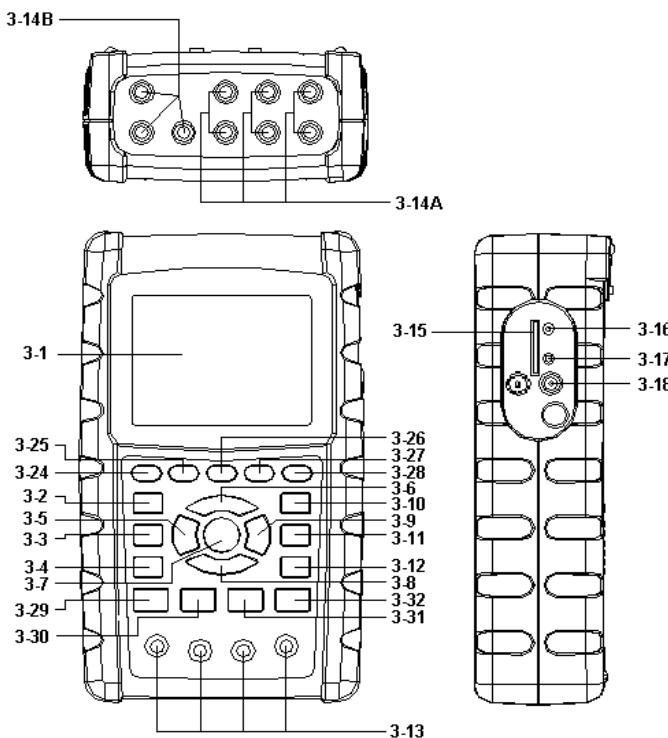

Fig. 1
- 1) POWER KEY (3-7, Fig. 1) :
- 2) 1Φ 3Φ (phase/wire) KEY (3-2, Fig. 1) :
- 3) A (current) RANGE KEY (3-10, Fig. 1) :
- 4) REC KEY (3-9, Fig. 1) :
- 5) HOLD KEY (3-5, Fig. 1) :
- 6) BACKLIGHT KEY (3-6, Fig. 1) :
- 7) SETUP KEY (3-12, Fig. 1) :
- 8) EXIT KEY (3-8, Fig. 1) :
- 9) SHIFT KEY (3-11, Fig. 1)
- 10) UP (▲) KEY (3-3, Fig. 1) :
- 11) DOWN (▼) KEY (3-4, Fig. 1) :